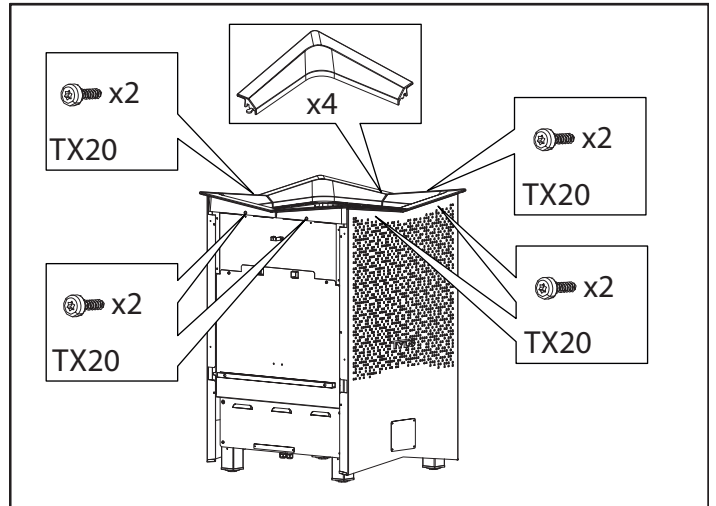

Fig 8: Fäst de fyra hörnen med skruvarna, torx 20
2. Skruva på de 4 topp hörnen, se fig 8